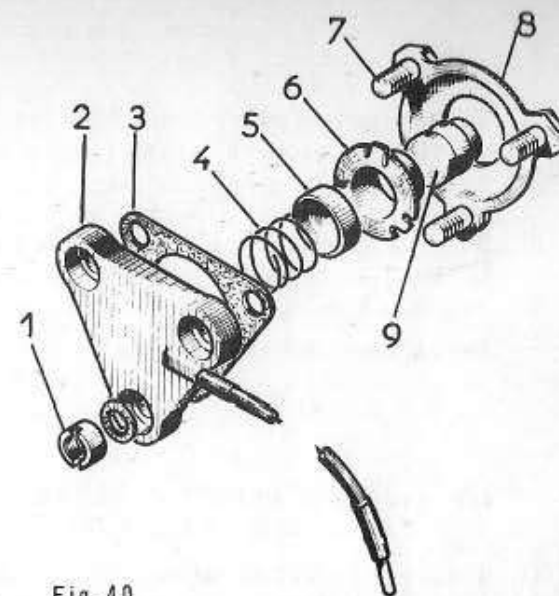

Fig. 40
129 - DEPOSE et POSE du BOITIER de MANO-CONTACT (Fig.40)
- 2) Débrancher la fiche du fil du mano-contact située derrière la tôle arrière. Déposer les trois écrous (1 - Fig.40) et leurs rondelles, fixant le boîtier de mano-contact sur le couvre-engrenages. Décoller le